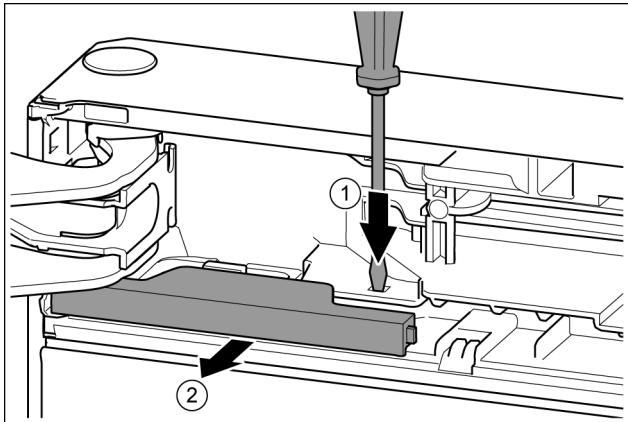

Fig. 14
- Lasche mit Schlitzschraubendreher drücken. Fig. 14 (1)
- Abdeckung aus der Verrastung ziehen. Fig. 14 (2)